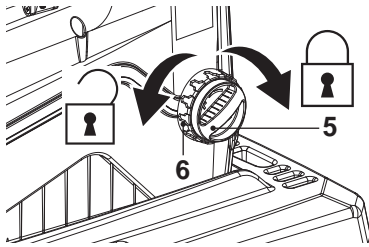

Fig. 7
2. Rode o anel de bloqueio (6) para a esquerda para libertar o regulador (5) da contra-lâmina (Fig. 7).